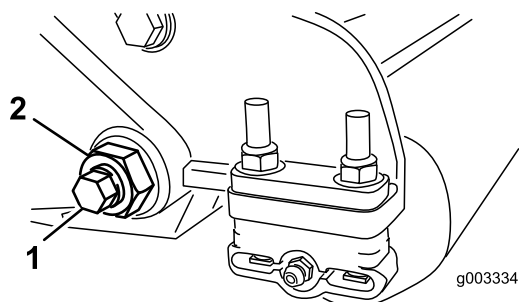

Figura 35
- Desaperte a porca de bloqueio que segura a cavilha da barra de apoio, em cada um dos lados da máquina (Figura 35).
- Remova cada uma das cavilhas da barra de apoio, de modo a permitir puxá-la e retirá-la da máquina (Figura 35). Guarde as duas anilhas de nylon e a anilha de aço